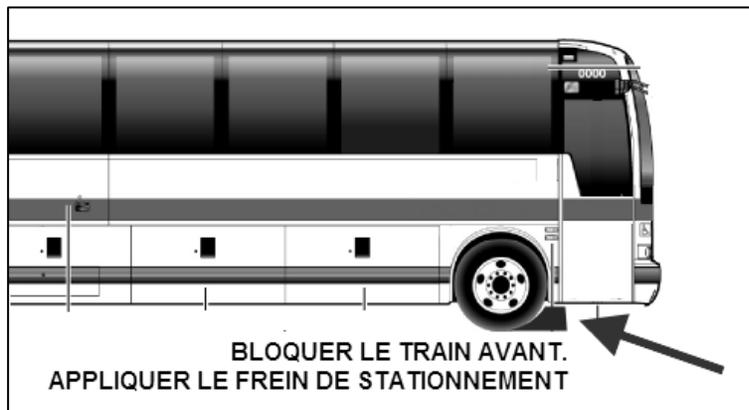

Figure 5
- 1) Appliquer le frein de stationnement et bloquer les roues avant. (Fig. 5)